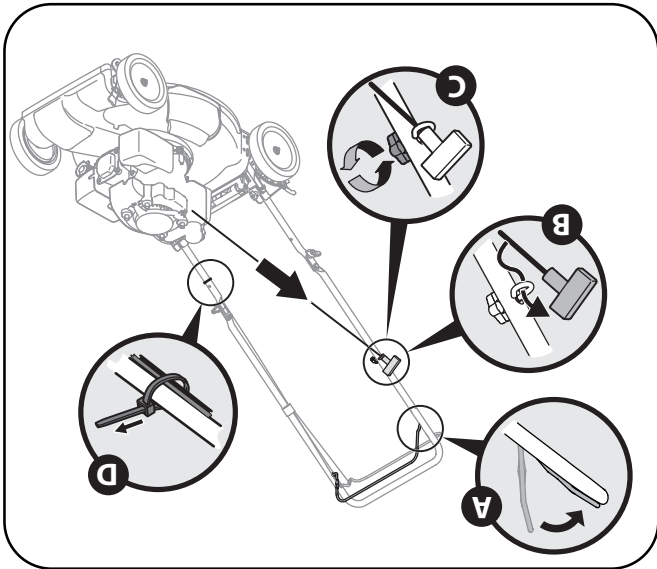

Figure 3-6
4. Le guide de la corde du démarreur est installé sur la droite du guidon supérieur. Desserrez le bouton à oreilles qui maintient le guide de la corde en place. Voir la Figure 3-6.
b. Dégagez lentement la poignée du démarreur à l'ancrage du moteur et faites passer la corde dans son guide. Voir la Figure 3-6.